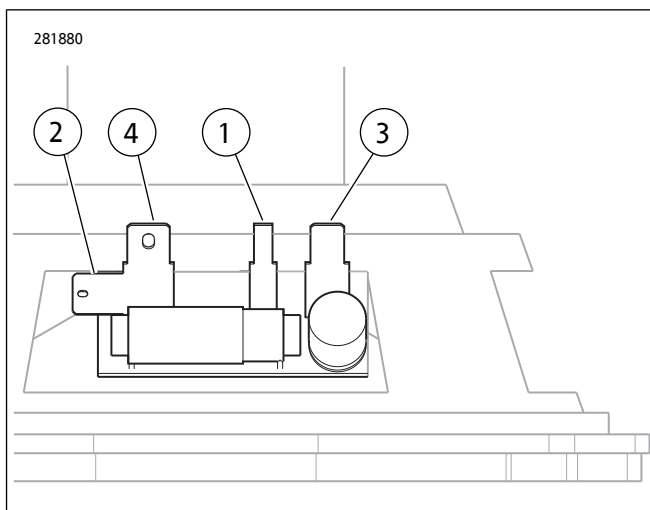

图5。Bagger扬声器铲形接线端
3. 参见图5。将导线从格栅安装的高音扬声器连接至扬声器背面的铲形接线端(1)和(2)。不同大小的铲形触头可防止装配错误的情况。
6. 参见图5。将车辆线束上的插座接线端安装至扬声器背面的铲形接线端(3)和(4)。不同大小的铲形触头可防止装配错误的情况。